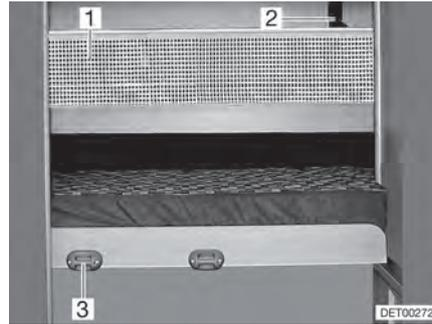

Fig. 79 Filet de sécurité
*Accrocher :* ■ Accrocher l'échelle de montée par les longerons sur le bandeau (Fig. 79,3) installé sur le cache.
**Filet de sécurité** Le filet de sécurité (Fig. 79,1) de série est rangé entre le matelas et le sommier à lattes. Ne tendre le filet de sécurité qu'une fois que la personne se trouve dans le lit.
*Tendre :* ■ Faire s'enclencher les sangles de retenue (Fig. 79,2) dans les œillets du plafond.